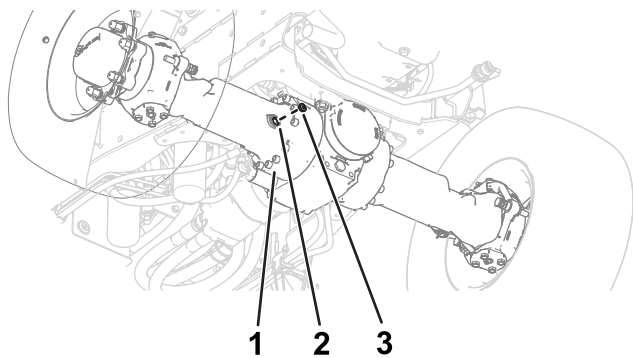
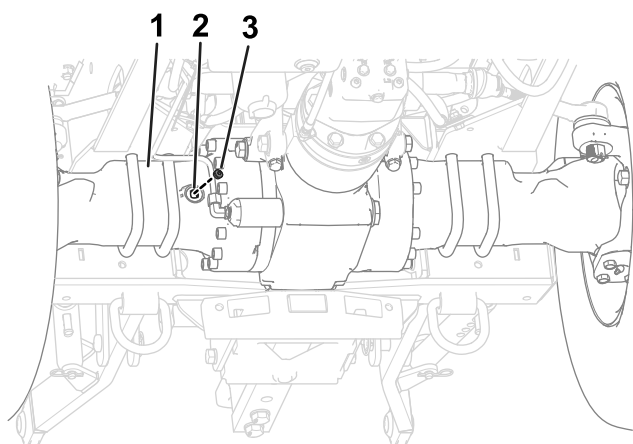

Figure 97
Figure 98
2. Enlevez les bouchons du regard dans le carter de différentiel de l'essieu (Figure 97 et Figure 98).
3. Vérifiez par le regard que le niveau d'huile dans l'essieu atteint le bas du filetage de l'orifice (Figure 97 et Figure 98).
6. Insérez le bouchon dans le regard du carter de différentiel de l'essieu (Figure 97 et Figure 98).
Remarque: Voir la Figure 98 pour l'emplacement du regard de l'essieu arrière.